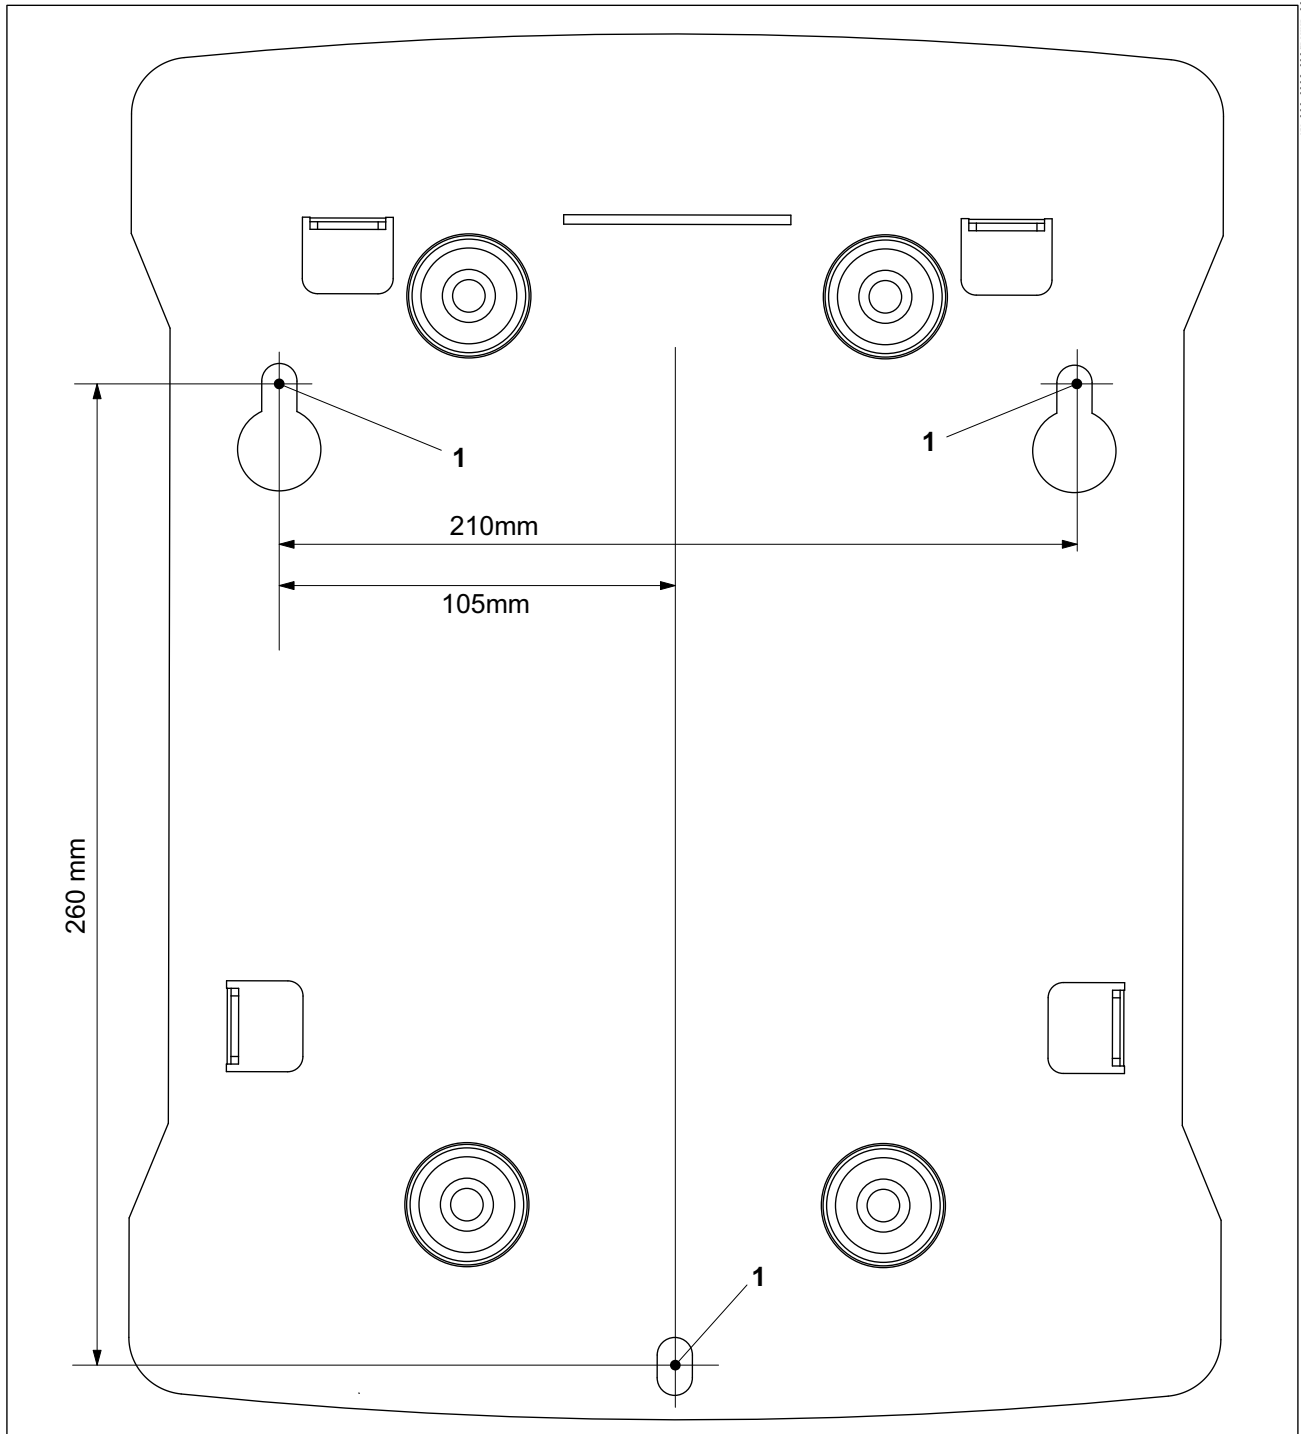

Abb. 1 Bohrplan der Wallbox basicEVO
1. Die drei Befestigungsbohrungen (Abb. 1/1) laut Bohrplan anzeichnen.